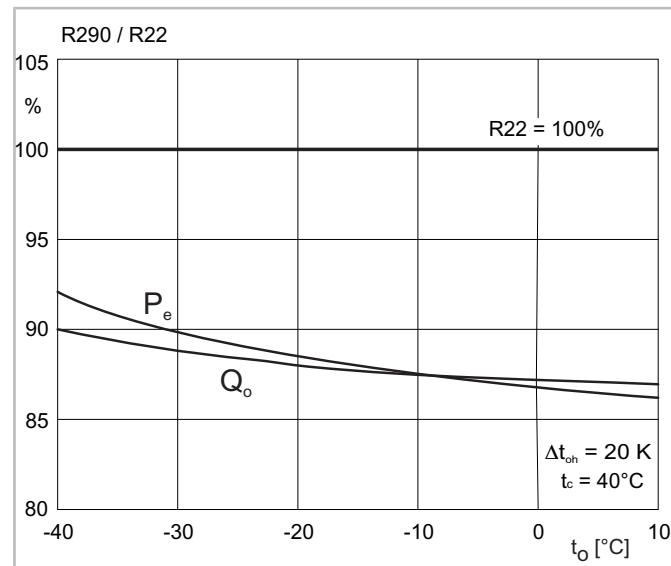
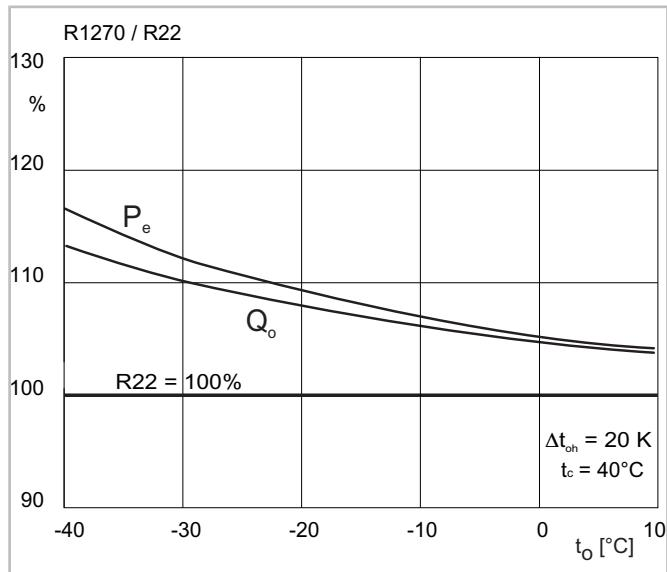

Abb. 7: Leistungsvergleich R290/R22 bei sauggaskühlten halbhermetischen Hubkolbenverdichtern
Abb. 8: Leistungsvergleich R1270/R22 bei sauggasgekühlten halbhermetischen Hubkolbenverdichtern
- Hinsichtlich der Leistungszahlen (COP) unterscheiden sich R290 und R1270 nur geringfügig von R22 (siehe Abbildung 7, Seite 11 und siehe Abbildung 8, Seite 12) und sind somit bei Normal- und Klimakühlung günstiger als R404A/R507A.